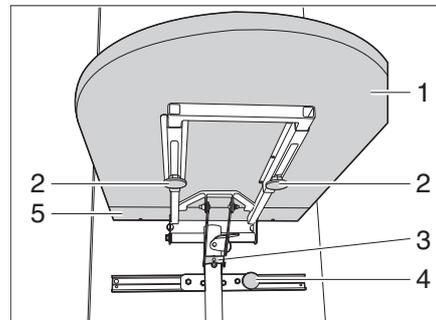

Bild 41 Klappstisch, Tischfußaufnahme
- Zwei Rändelschrauben (Bild 41,2) lösen und Tischplatte (Bild 41,1) nach vorne schieben.
- Tischplattenverlängerung (Bild 41,5) von der Tischplatte abnehmen.
- Tischplatte nach oben heben und Stütze (Bild 41,3) aushängen.
- Tischplatte (Bild 41,1) nach unten schwenken.
- Rändelschraube (Bild 41,4) lösen und Klapp Tisch in gewünschte Position verschieben.
- Rändelschraube (Bild 41,4) wieder anziehen.